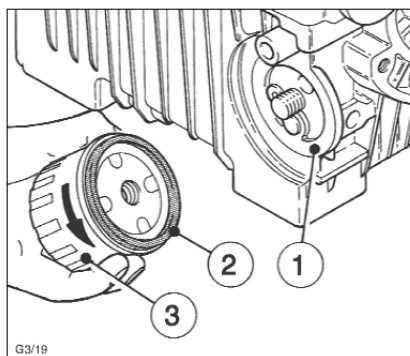

Fig.20
- Enlevez le réservoir d'huile (1)
- Enlevez le bouchon ou le collecteur de poussière cyclonique (2) et nettoyez-le.
- Nettoyez à fond le conduit d'entrée (4)
- Vérifiez l'état du joint torique (5) et remplacez-le si besoin.
- Remplissez le réservoir avec de l'huile pour moteur jusqu'à atteindre la marque (6) et remplacez le filtre à air en bain d'huile. (Voir fig. 20, chapitre 4.1.2)